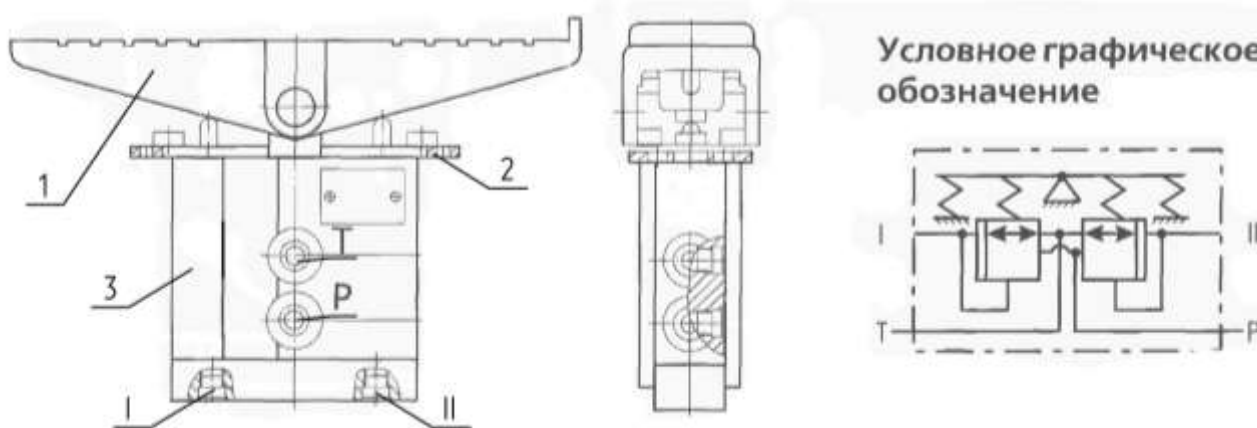

Рис. 10.8.3 Блок управления педальный.
3. Блок управления 110BFM-01 (рис. 10.8.3) - педальный двухзолотниковый по конструкции, но используется как однозолотниковый. Данный блок управления включает рабочие тормоза поз.1 рис.4.1.1. На экскаваторе Е140W данные блоки управления фирмы ОАО «ПНЕВМОСТРОЙМАШИНА». Запрещается нарушать целостность пломб и разбирать блоки управления. В случае неисправностей обращайтесь к представителям фирмы «ПНЕВМОСТРОЙМАШИНА» по указанным выше телефонам.